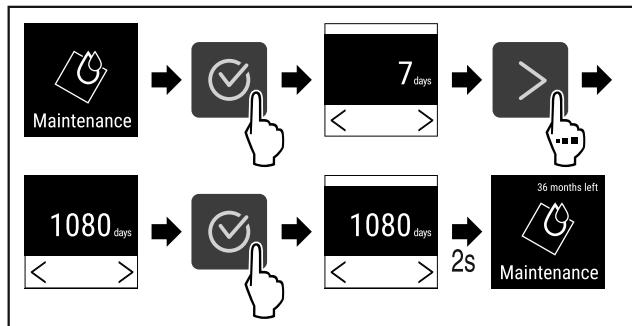

Fig. 79
- Kryeni hapat e veprimit (shihni Fig. 79).